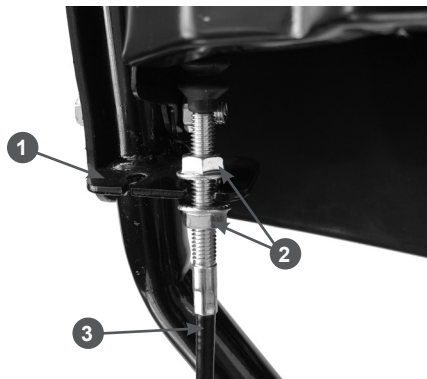
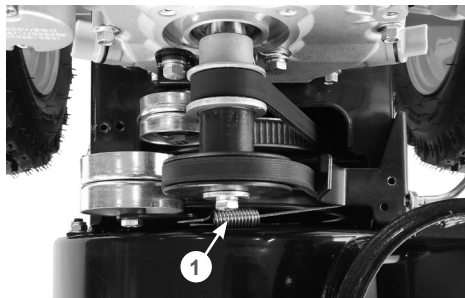

Рис. 7 Крепление оболочки троса включения шнеков
Рис. 8 Регулировка троса включения шнеков
- закрепите оболочку 3 троса в кронштейне 1 на задней стороне панели, как показано на Рис. 7, и закрутите гайки 2, не затягивая их.
- нажмите рычаг включения шнеков. При полностью нажатом рычаге включения шнеков пружина 1 должна быть растянута на 0,5 - 1 см (Рис. 8). При необходимости, отрегулируйте трос с помощью гаек 2 (Рис. 7). После регулировки затяните гайки;